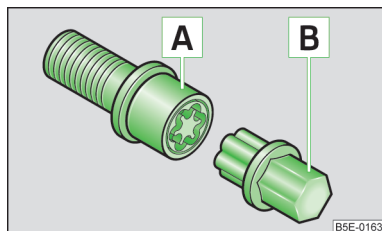

Fig. 201
- Spingere a fondo il lato dentato dell'adattatore **[B]** » **fig. 201** nella dentatura interna del bullone **[A]** in modo tale che da quest'ultimo sporga soltanto l'esagono esterno.